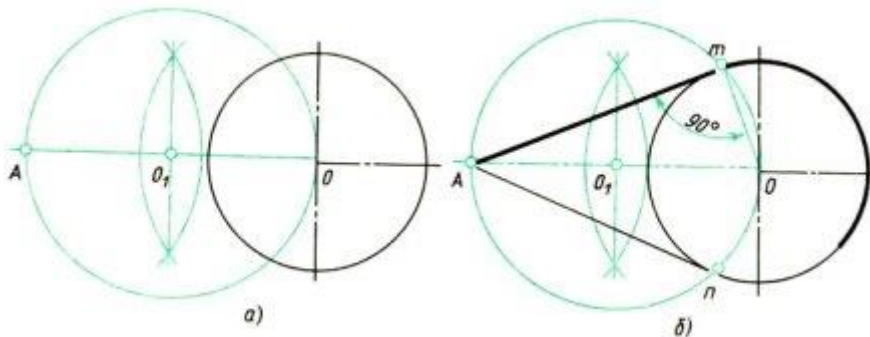
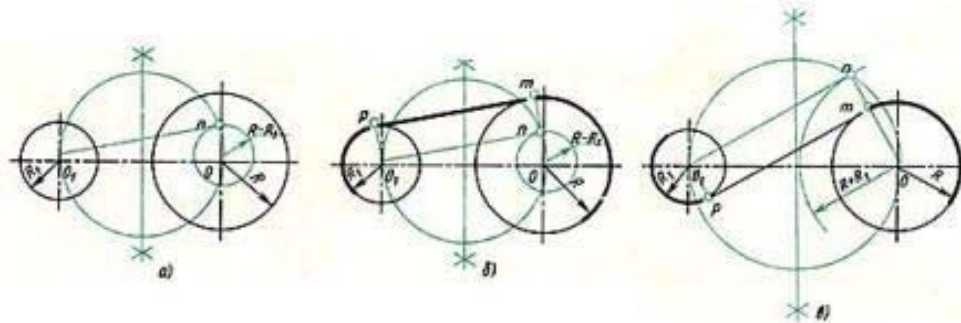

Рис. 14. Построение касательной к окружности
Рис. 15. Построение касательной к двум окружностям
Задана окружность с центром  $O$  и точка  $A$  (рис. 14, а). Требуется провести из точки  $A$  касательную к окружности.
Строят вспомогательную окружность диаметром, равным  $O_1A$  (рис. 14, а). Чтобы найти центр  $O_1$  - делят отрезок  $OA$  пополам (см. здесь).
2. Точки  $m$  и  $n$  пересечения вспомогательной окружности с заданной - искомые точки касания. Точку  $A$  соединяют прямой с точками  $m$  или  $n$  (рис. 14, б). Прямая  $Am$  будет перпендикулярна к прямой  $Om$ , так как угол  $AmO$  опирается на диаметр.
Различают два случая касания: *внешнее* (рис. 15,б) и *внутреннее* (рис. 15, в).
1. Из центра  $O$  проводят вспомогательную окружность радиусом, равным разности радиусов заданных окружностей, т. е.  $R - R_1$  (рис. 15, а). К этой окружности из центра  $O_1$  проводят касательную  $O_1m$ . Построение касательной показано на рис. 15.
2. Радиус, проведенный из точки  $O$  в точку  $m$ , продолжают до пересечения в точке  $n$  с заданной окружностью радиусом  $R$ . Параллельно радиусу  $O_1m$  проводят радиус  $O_1p$  меньшей окружности. Прямая, соединяющая точки сопряжений  $m$  и  $p$ , - касательная к заданным окружностям (рис. 15, б).
При внутреннем касании построение проводят аналогично, но вспомогательную окружность проводят радиусом, равным сумме радиусов  $R + R_1$  (см. рис. 15, в). Затем из центра  $O_1$  проводят касательную к вспомогательной окружности (см. рис. 14). Точку  $n$  соединяют радиусом с центром  $O$ . Параллельно радиусу  $On$  проводят радиус  $O_1p$  меньшей окружности. Искомая касательная проходит через точки сопряжений  $m$  и  $p$ .